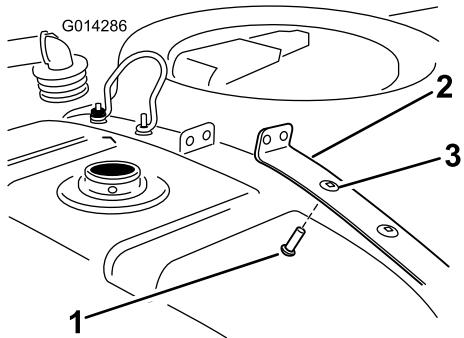

Figura 8
- Installate un bullone a testa tonda sul foro interno della fascia di fissaggio del serbatoio posteriore destra (Figura 8).